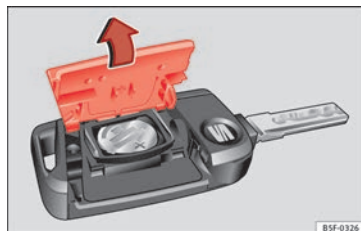

Fig. 125 Chave do veículo: abertura da tampa do compartimento da pilha.
- Retire a tampa na parte traseira da chave do veículo » **Fig. 125** na direção da seta » **!**
- Coloque a tampa na carcaça da chave do veículo, pressionando-a tal como se mostra » **Fig. 125**, no sentido contrário ao da seta, até que encaixe.